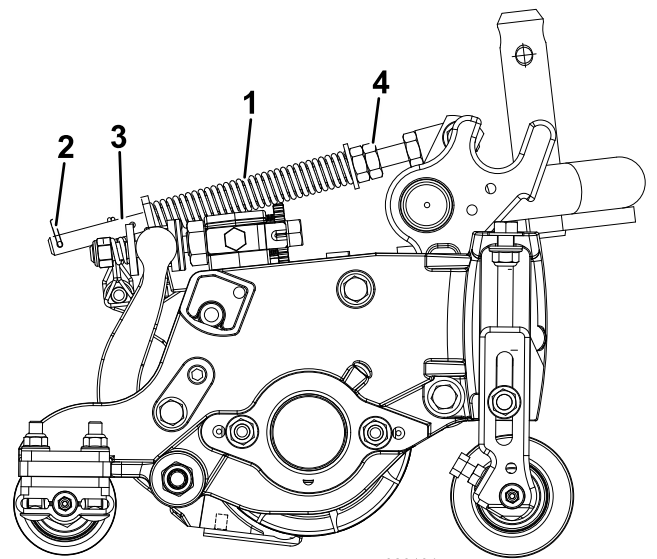

図 11
2. スプリングロッド前部の六角ナットを締めて、スプリング圧縮状態の長さが12.7cmになるようにする 図 11。
ターフ補正スプリング 図 11 は、前ローラから後ローラへと、カッティングユニットの体重移動を行います。これにより、マーセリングやポビングと呼ばれる「波打ったような」仕上がりを防いでいます。
1. スプリングロッドの後穴にヘアピンコッターを忘れずに取り付けてください 図 11。